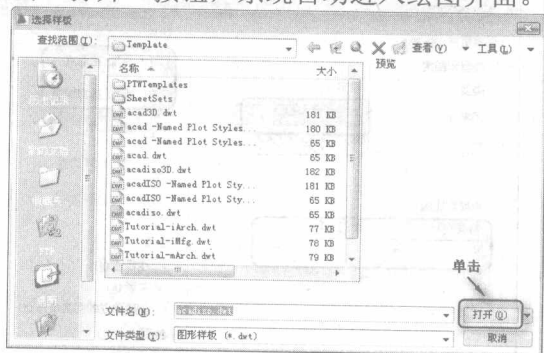

图 1-2 “选择样板”对话框
(1) 单击“菜单栏浏览器”，在菜单栏浏览器中选择“文件”→“新建”命令，或在系统“快速访问工具栏”中单击新建图标或直接在命令行中输入 NEW 命令并按 Enter 键，系统将打开如图 1-2 所示“选择样板”对话框。单击“打开”按钮，系统自动进入绘图界面。
系统打开如图 1-2 所示“选择样板”对话框，在文件类型下拉列表框中有 3 种格式的图形样板，分别是后缀为 .dwt, .dwg, .dws 的 3 种图形样板。